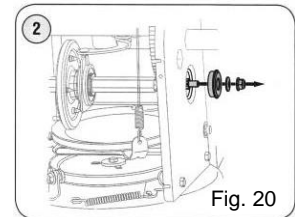

Fig. 20
2. Îndepărtați șurubul hexagonal și șaiba de etanșare care fixează axul hexagonal la carcasa aruncătorului și loviți ușor capătul axului pentru a îndepărta rulmentul cu bile din partea dreaptă a carcasei. Vezi Fig. 20.